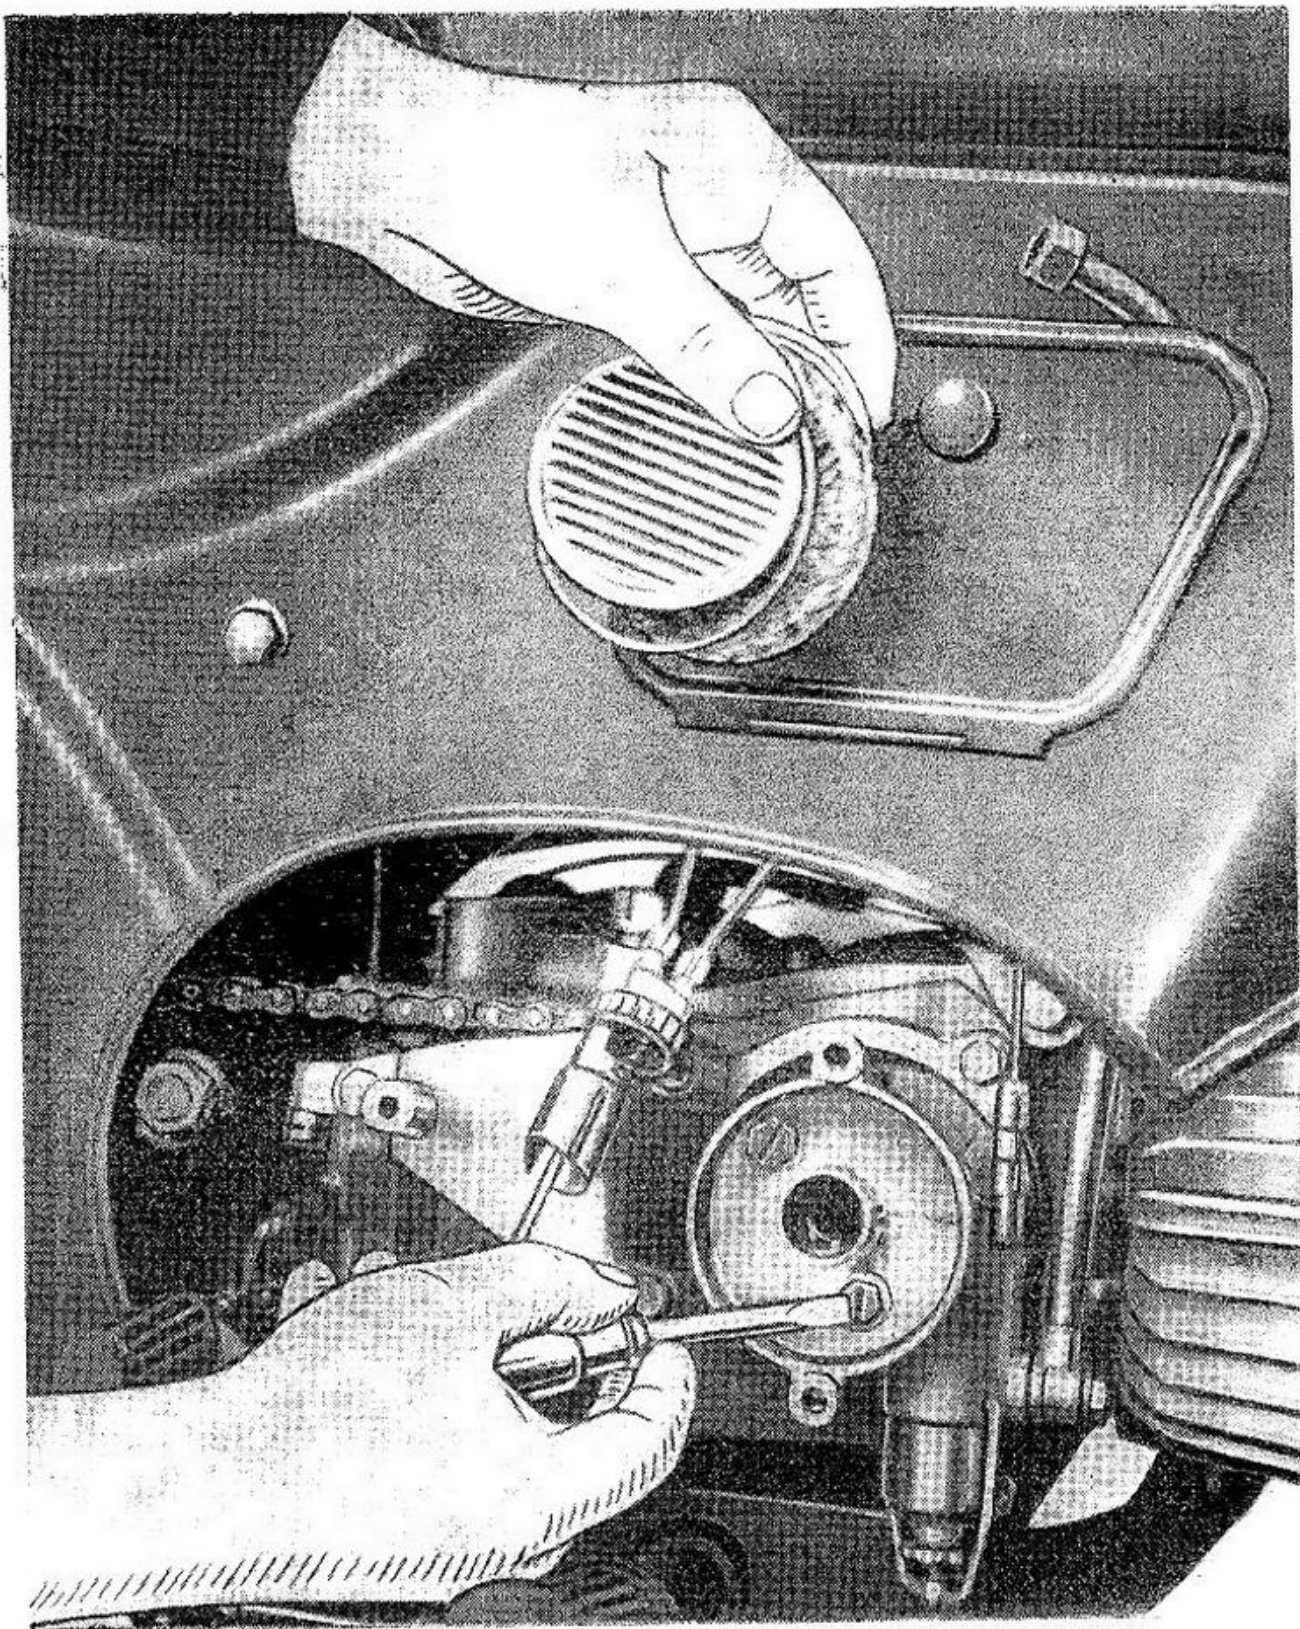

Fig. 10
- svitare le due viti interne al carburatore che lo tengono fissato al motore (vedere fig. 10).